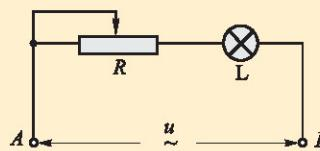

图 2-2-3
4. 如图 2-2-3 所示, L 是一个小灯泡, R 是一个滑动变阻器, 标有“ 10Ω 1 A”字样, A 、 B 两端接在电压为 u 的交流电源上. 在 L 和 u 分别为下面两种情况时, 能否通过调节滑动变阻器而使灯泡 L 正常工作?